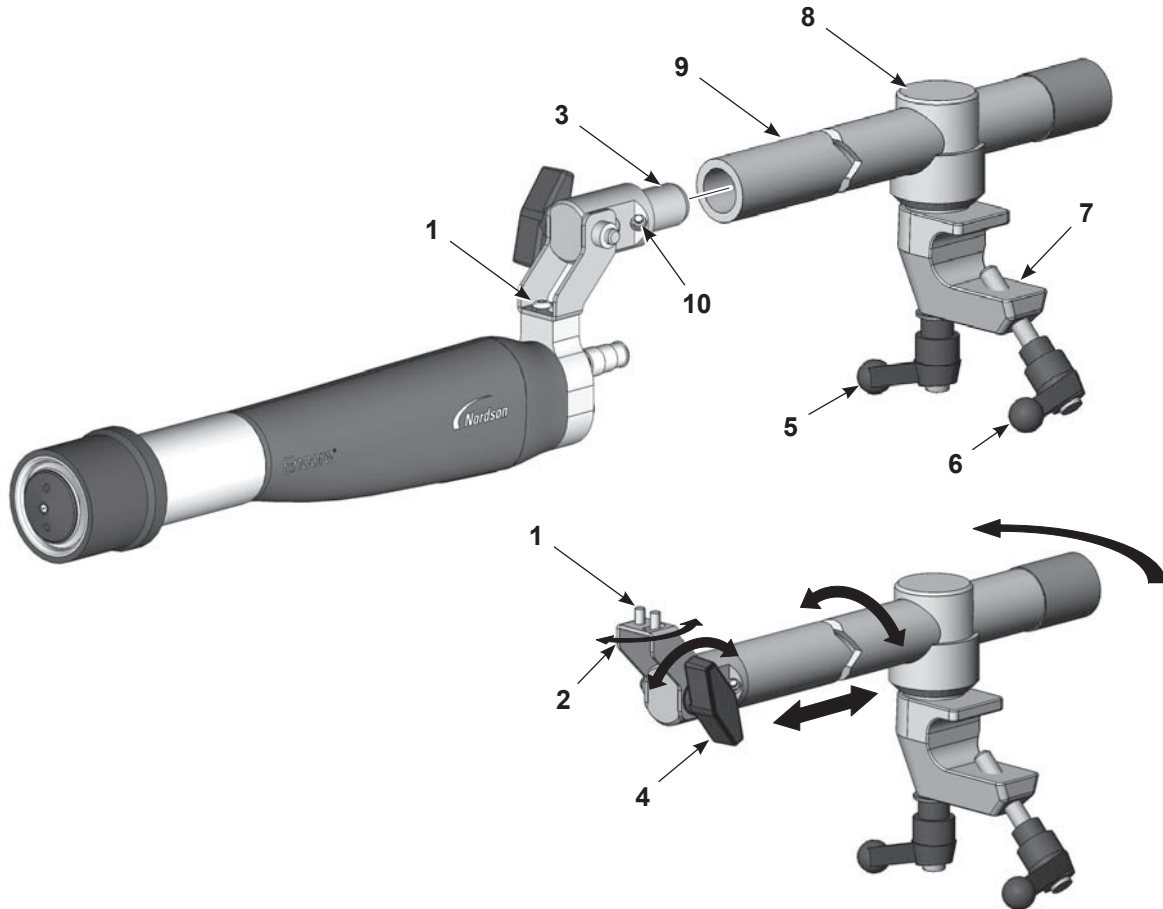
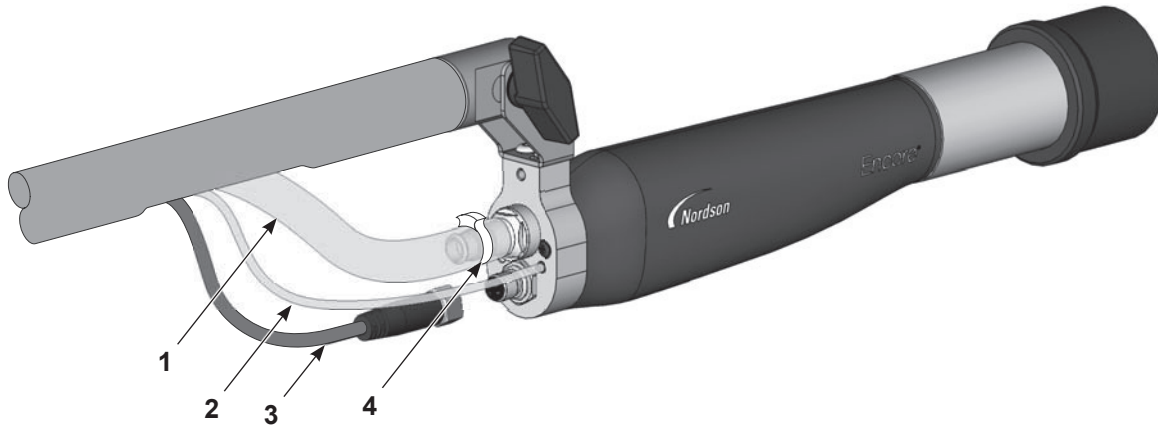

Figura 3 Montaje de la pistola de montaje en barra articulada estándar
Figura 5 Conexiones de la pistola
1. Ver la Figura 3. Instalar el adaptador de tubo (3) en el extremo de la varilla de ajuste (9) y asegurarlo apretando el tornillo de ajuste (10) con una llave macho hexagonal de 4 mm.
- Para desplazar la punta de la pistola de lado a lado, aflojar el tornillo de cabeza redonda (1).
- Para inclinar la punta de la pistola hacia arriba o hacia abajo, aflojar el pomo de inclinación (4).
- Para girar la varilla de ajuste o deslizarla hacia delante o hacia atrás, aflojar la empuñadura de bloqueo (5).
2. Posicionar la abrazadera (7) en una barra de montaje de 1 pulgada y apretar la empuñadura de fijación (6).
3. Juntar la manguera de polvo, el tubo de limpieza de aire de electrodos transparente de 4 mm y el cable de la pistola y fijarlo a la varilla de ajuste con las cintas de Velcro Nordson. Conectar estos elementos a la pistola de aplicación tal y como se muestra en la Figura 5.
1. Desatornillar y retirar el pomo y la arandela (5, 4) del soporte de montaje de la pistola (3).
3. Deslizar el extremo del adaptador de tubo opcional (2) en el soporte de montaje de la pistola y alinear el orificio del extremo del adaptador de tubo con los orificios del soporte de montaje de la pistola.
5. Ver la Figura 5. Extraer (en el siguiente orden) el cable de la pistola, el tubo de limpieza de aire de electrodos transparente de 4 mm y la manguera de polvo a través del tubo de montaje del extremo y fuera del hueco. Conectar estos elementos a la pistola de aplicación tal y como se muestra en la figura 5.